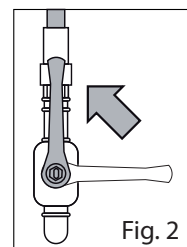

Fig. 2
- Aprire il rubinetto di intercettazione a monte dell'apparecchiatura (Fig. 2);
- Rimontare la vite con rondella di tenuta gas nell'apposito alloggiamento, aprire il rubinetto di intercettazione a monte dell'apparecchiatura (Fig. 2) e verificare accendendo il bruciatore che non vi siano perdite di gas.